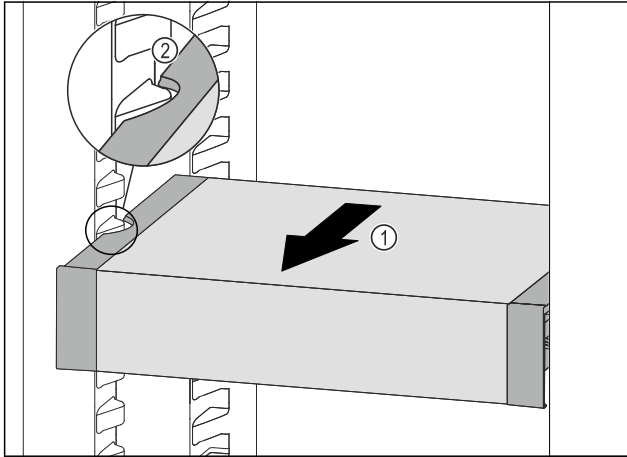

Fig. 136
- ▶ Tire del VarioSafe hacia delante Fig. 136 (1) hasta que los huecos laterales del VarioSafe se encuentren a la altura de la nervadura del recipiente en el compartimento del frigorífico. Fig. 136 (2)